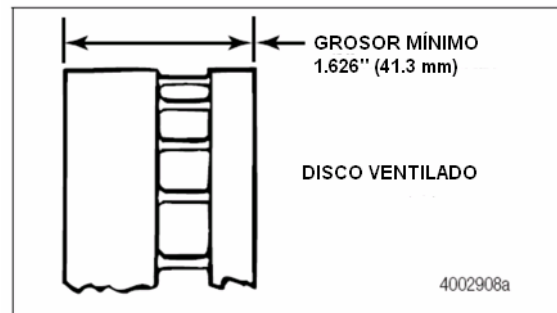

Figura 7.22
- Mida el grosor del disco o del rotor cuando realinee los frenos. El disco o el rotor debe estar al menos en 1.626 pulgadas. (41.3 mm) Figura 7.22